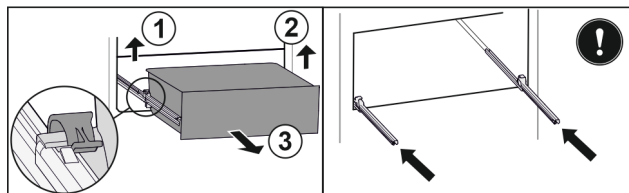

Fig. 37*
- ▶ Повдигнете лявата скоба и едновременно с това изтеглете напред чекмеджето отляво Fig. 37 (1).*
- ▶ Повдигнете дясната скоба и едновременно с това изтеглете напред чекмеджето отдясно Fig. 37 (2).*
- ▶ Извадете чекмеджето напред Fig. 37 (3).*